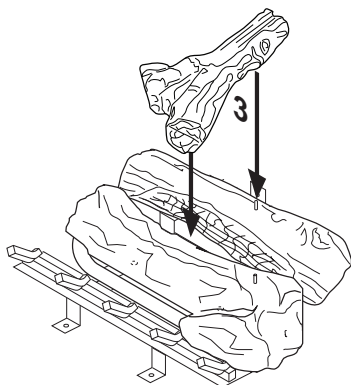

Figure 31 - Installation de la bûche n° 3
3. Mettez la bûche n° 3 (bûche de croisement en forme de C) sur les bûches arrière et avant comme le montre la figure 31. Assurez-vous qu'elle repose bien sur la surface lisse de la bûche avant et sur la tige de la bûche arrière.